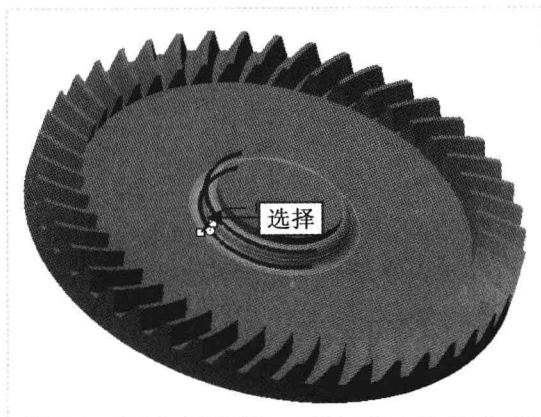

图 14-65 选择倒圆角边
Step 05 在“功能区”选项板的“模型”选项卡中,单击“工程”面板中的“倒圆角”按钮 , 弹出“倒圆角”选项卡,按住【Ctrl】键的同时,在绘图区选择要进行倒圆角的边,如图 14-65 所示。